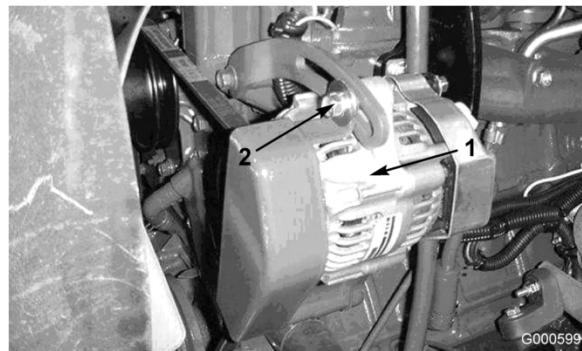

Figura 55
Controllate lo stato e la tensione delle cinghie (Figura 55) ogni 100 ore di servizio.
2. Se l'inflessione non è di 10 mm, allentate i bulloni di fissaggio dell'alternatore (Figura 55). Aumentate o riducete la tensione della cinghia dell'alternatore e serrate i bulloni. Controllate di nuovo l'inflessione della cinghia per accettare che sia esatta.